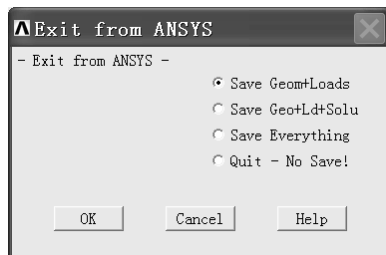

图 5-29 “Exit from ANSYS” 窗口
(5) 单击 “EDWRITE Command” 窗口右上角的叉号关闭该窗口。
(6) 单击操作界面右上角的叉号关闭整个操作界面，弹出 “Exit from ANSYS” 窗口（见图 5-29）。